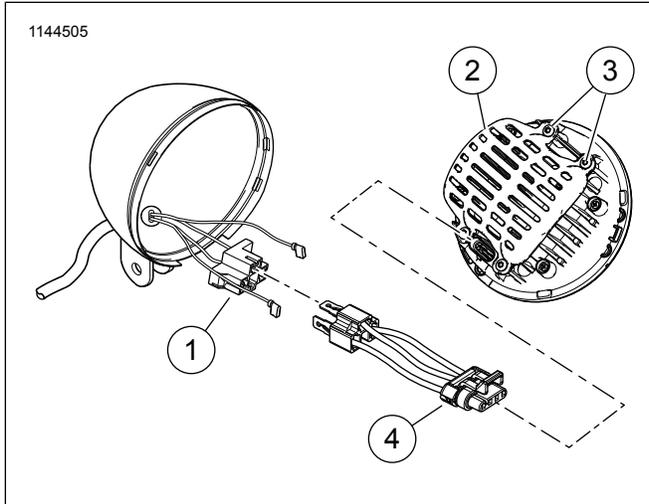

Figure 7. Pose du faisceau de fils – Modèles Softail, FLRT et FLD
1. Voir la figure 7. Déposer et jeter le couvercle (2) et les quatre vis (3) de l'arrière du phare.
2. Pour les poses avec cuvelage uniquement (FLD, FLRT et Softail sans nacelle Freight Train) : Voir la figure 7. Déposer et jeter le couvercle (2) et les quatre vis (3) de l'arrière du phare.
3. Connecter le faisceau requis (4) entre le connecteur de faisceau du véhicule (1) et le phare.